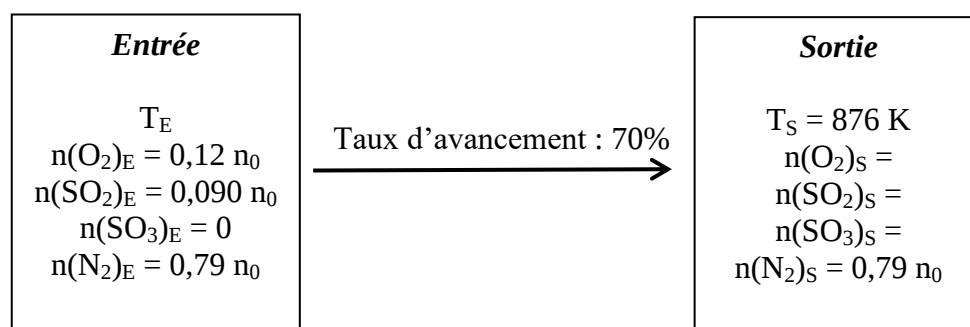

figure 3 : Bilan de fonctionnement du premier lit
11. Compléter le schéma suivant représentant le bilan de fonctionnement du 1er lit de la Figure 3.